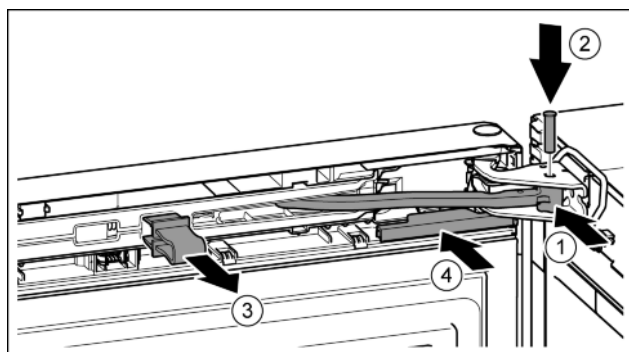

Fig. 22
- Okrenite zglobove u podlošku ležaja. Fig. 22 (1)
- Umetnite svornjake u podložak ležaja i zglobove. Pritom pazite da ispušćenje za blokiranje ispravno dosjedne u utor. Fig. 22 (2)
- Skinite osigurač. Fig. 22 (3)
- Natakните pokrov. Fig. 22 (4)